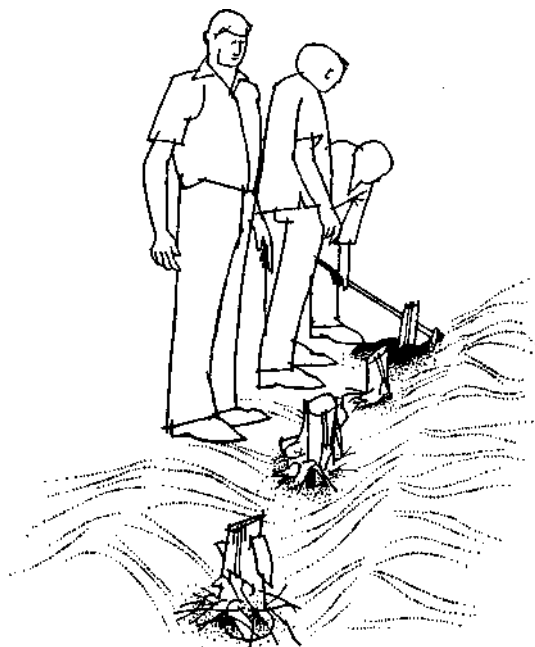

fig. 2
- As mudas, após a terceira semana, já se apresentam brotadas e, na quarta semana, elas serão descobertas e classificadas em grupos, segundo o desenvolvimento da brotação em : bem brotadas, pouco brotadas e não brotadas. As mudas do grupo das não brotadas são desprezadas. As dos outros dois grupos são, então, levadas para o plantio definitivo, mantendo-se contudo, no campo, na mesma classificação anteriormente efetuada (fig. 2).